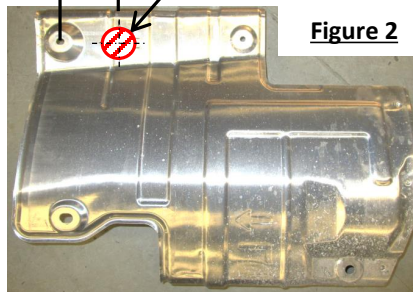

Figure 2
- Enlever l'écran thermique** – À l'aide d'une douille 10 mm, retirer quatre (4) boulons qui fixent l'écran thermique au véhicule. Conserver les boulons pour réinstaller l'écran thermique. Similaire des deux côtés pour les modèles équipés d'un échappement double.
- Retirer les bouchons en caoutchouc** – À l'aide d'un tournevis à lame plate, retirer trois (3) bouchons en caoutchouc des 3 trous avant dans le bas du cadre. Ne pas retirer le bouchon en caoutchouc le plus à l'arrière.
- Découper l'écran thermique** – À l'aide d'une cisaille à métaux ou d'une scie cloche, découper l'écran thermique pour dégager le boulon de carrosserie et la rondelle arrière comme illustré. **Voir la figure 2.**
3. **Retirer les bouchons en caoutchouc** - À l'aide d'un tournevis à lame plate, retirer trois (3) bouchons en caoutchouc des 3 trous avant dans le bas du cadre. Ne pas retirer le bouchon en caoutchouc le plus à l'arrière.
**4. Découper l'écran thermique** – À l'aide d'une cisaille à métaux ou d'une scie cloche, découper l'écran thermique pour dégager le boulon de carrosserie et la rondelle arrière comme illustré. **Voir la figure 2.**